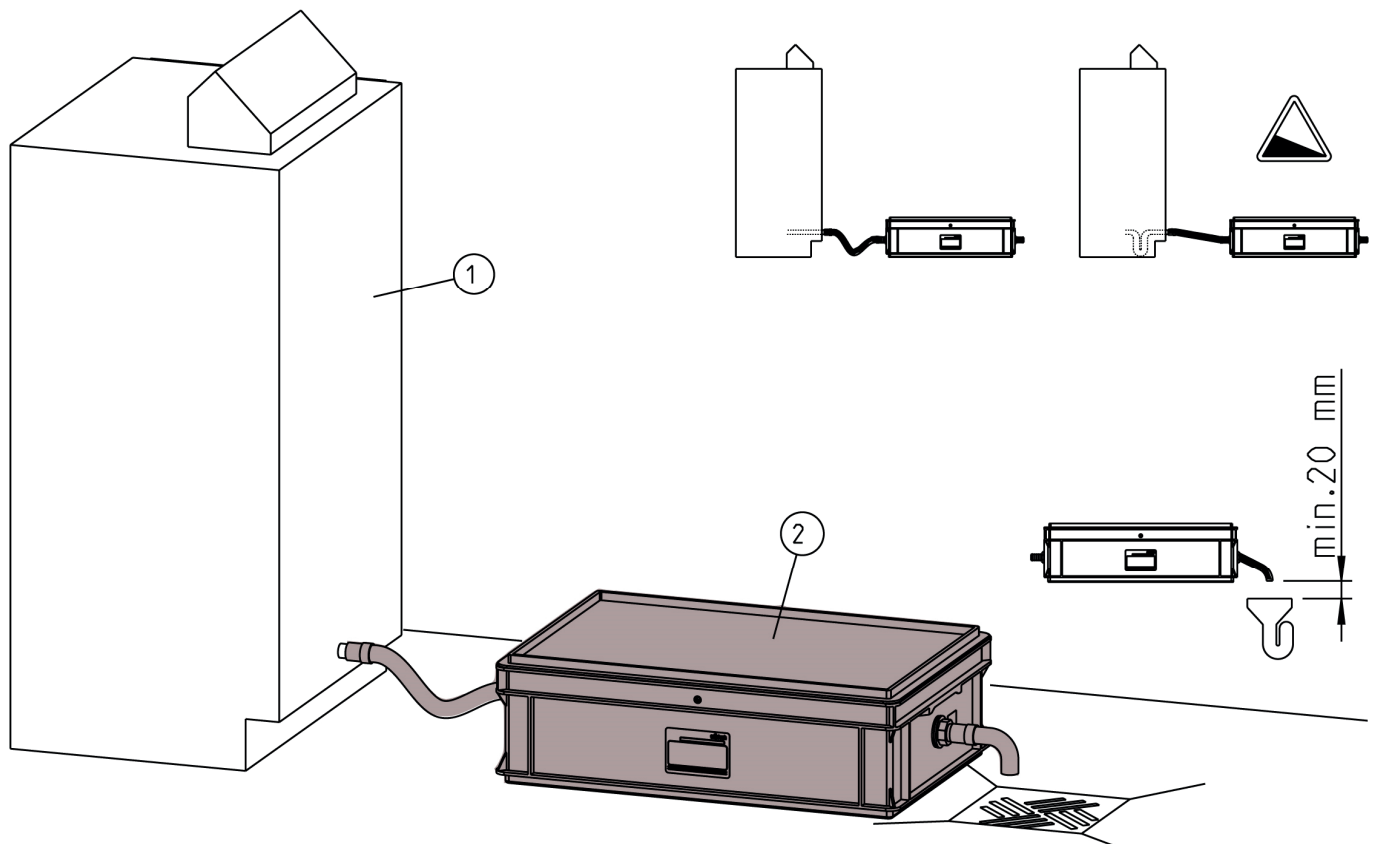

Abb. D-1: Einbaubeispiel
- Der Ablaufschlauch darf nicht direkt mit dem Kanalrohr verbunden werden um eine rückwirkende Verkeimung vom Kanal in die Neutralisationsanlage zu vermeiden (siehe Abb. D-1).
- Falls am Kessel kein Siphon vorhanden ist, muss der Zulaufschlauch in Form einer Stauschleife (siehe Abb. D-1) mit Gefälle zur Neutralisationsanlage verlegt werden.